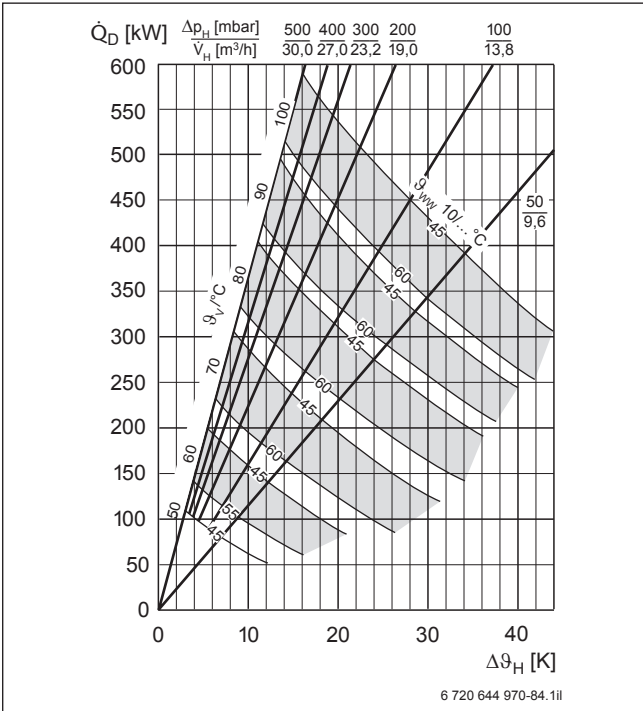

Bild 86 Logalux LTN2500 ... LTN3000 (Standardwerte → Tabelle 42, Seite 110)
- Legende zu Bild 86 bis 88:**